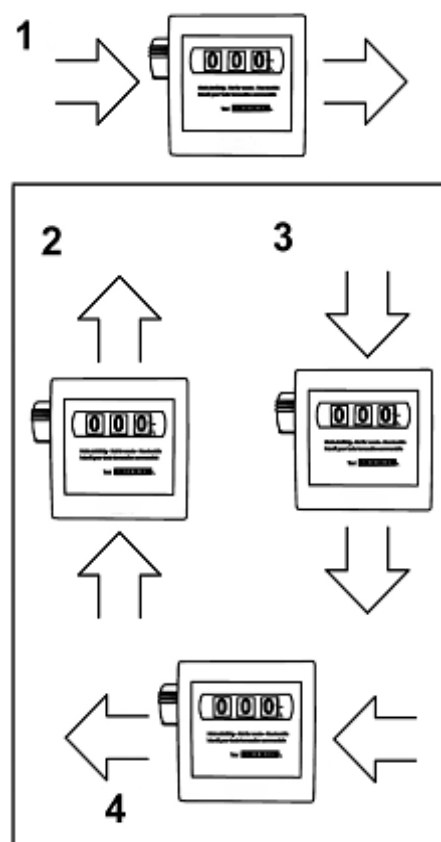

Fig. 3-1: Possibilità di montaggio
- La direzione del flusso del contaltri a disco è già predeterminata ed è indicata da una freccia situata nella parte inferiore dell'alloggiamento. Solitamente si fornisce la versione standard nella variante 1 illustrata nella fig. 3-1.